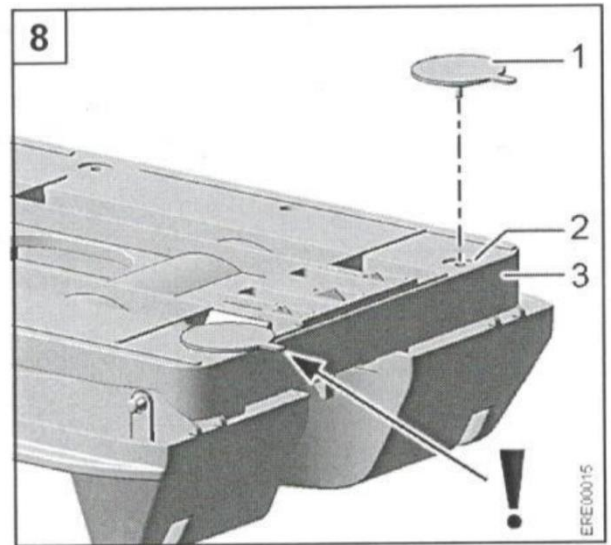

Рис. 5
2. Переверніть блок сидіння (див. Рис. 5; 3).
3. Прикрутіть усі чотири ніжки з присосками (див. Рис. 5; 1) до різьбових муфт (див. Рис. 5; 2) в опорній плиті. «Язички» на ніжках повинні виступати зовні (див. Рис. 5).